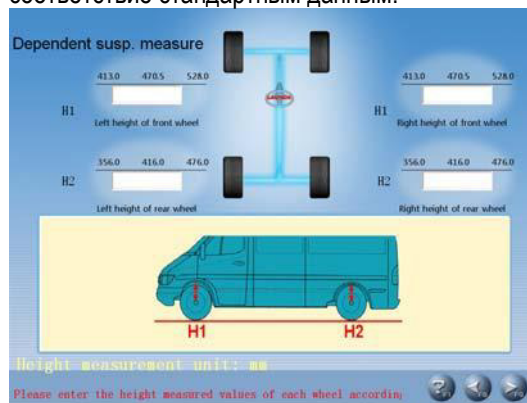

Рис. 4.9
- При выборе специальной модели автомобиля (например, RENAULT MEGANE II) на экране отображается окно [Измерение в зависимой подвеске], как показано на рис.4.9. Это окно представляет собой инструмент для измерения геометрии зависимой подвески и проверки на соответствие стандартным данным.